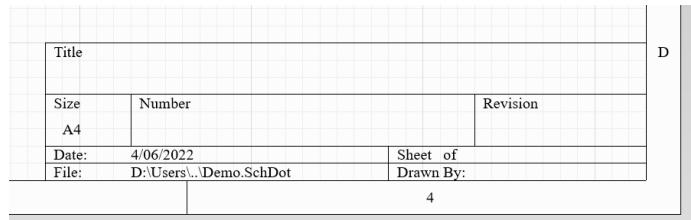

图 5-8 标题栏的绘制
(1) 执行菜单命令“文件-新的-原理图”，新建一个原理图页，命名为“Demo.SchDot”，保存到自己的文件目录下。
(2) 按照自己的需求并根据 5.2.1 节和 5.2.2 节中介绍的原理图页大小的设置和栅格的设置设置好各项参数并保存。
(3) 在原理图页的右下角，可以利用菜单命令“放置-线”和“放置-文本字符串”，绘制一个个性化的标题栏，包含自己设计所需要的信息，如图 5-8 所示。在不会绘制的情况下，根据系统的模板进行修改并保存即可。